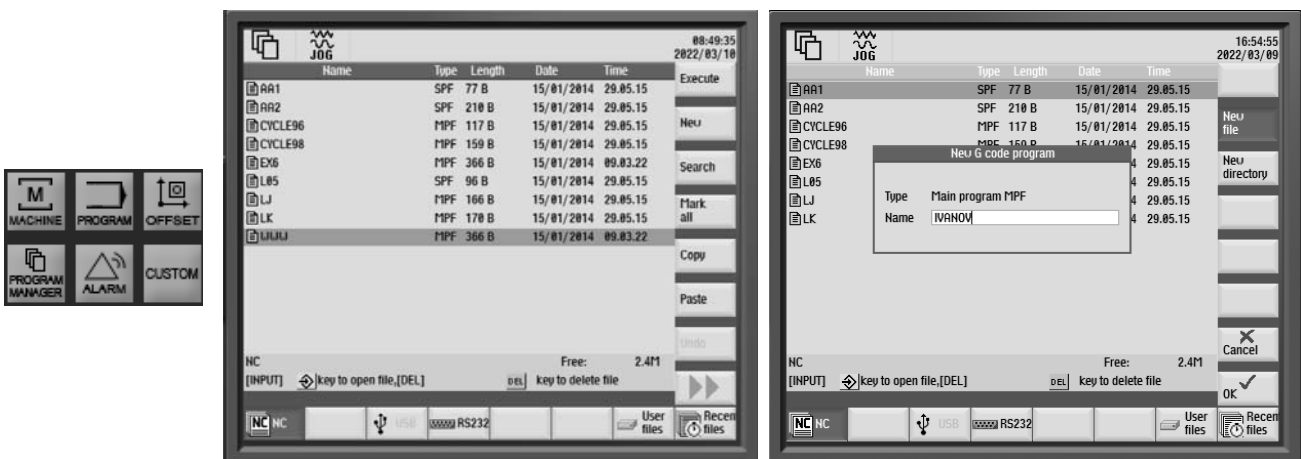

Рисунок 2.4 – Добавление новой управляющей программы
4.1 Нажать клавишу «PROGRAM MANAGER» (рисунок 2.4).
4.2 Нажать клавишу «New», ввести имя программы. Присвоить имя программы по фамилии студента и нажать клавишу «OK» (см. рисунок 2.4).